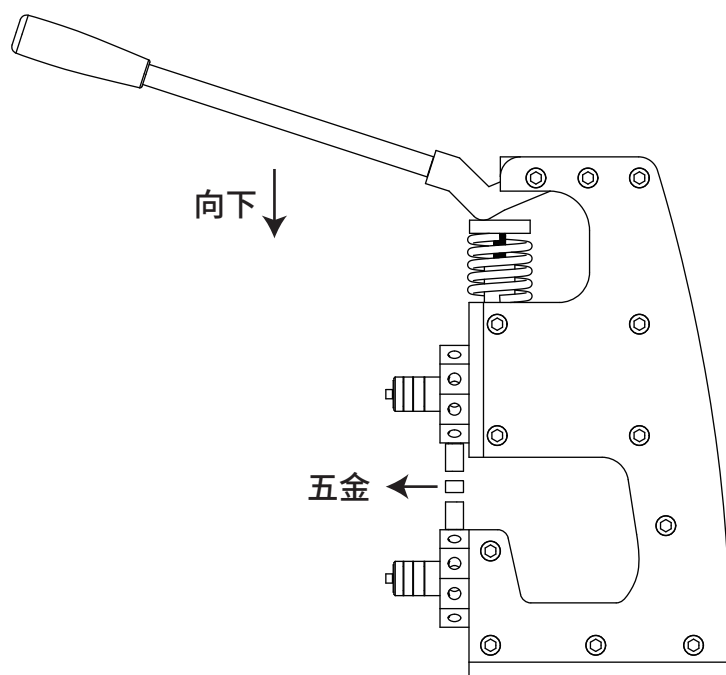

图6
7.如图6所示,将五金放置在公模具头与母模具头之间,向下按压压杆(E),完成打扣。